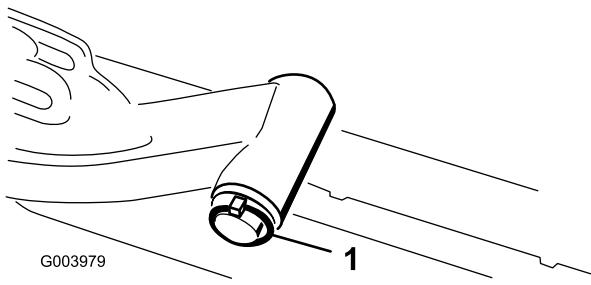

Figura 8
- A. Retire o pino de sujeição e a anilha que prende o veio da articulação do braço de elevação ao braço de elevação e faça deslizar o veio de articulação do braço de elevação para fora do braço de elevação (Figura 8).
C. Insira o veio do braço de elevação no braço de elevação e prenda-o com a anilha e o pino de sujeição (Figura 8).